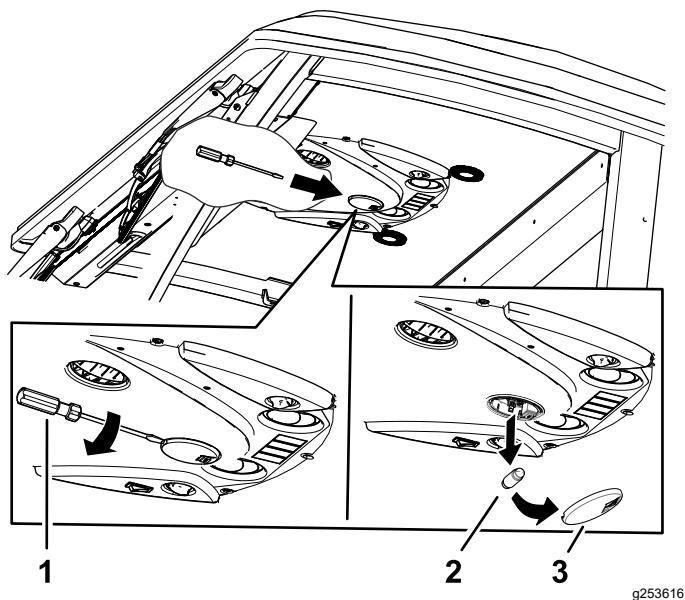

Figura 89
1. Folosii o urubelniță pentru a îndepărta lentila lămpii de pe panoul de comandă. (Figura 89).
2. Îndepărtai becul de la baza lămpii (Figura 89).